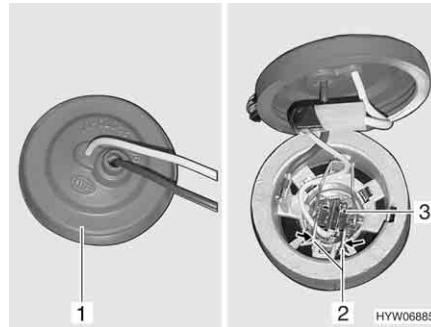

Fig. 258 Luce fendinebbia
- Afferrare dietro la luce fendinebbia e togliere il copripolvere di gomma dall'involucro (Fig. 258,1).
- Stringere la staffa di metallo (Fig. 258,2) ed estrarla dal supporto.
- Estrarre dall'involucro la lampada ad incandescenza (Fig. 258,3) con il cavo.